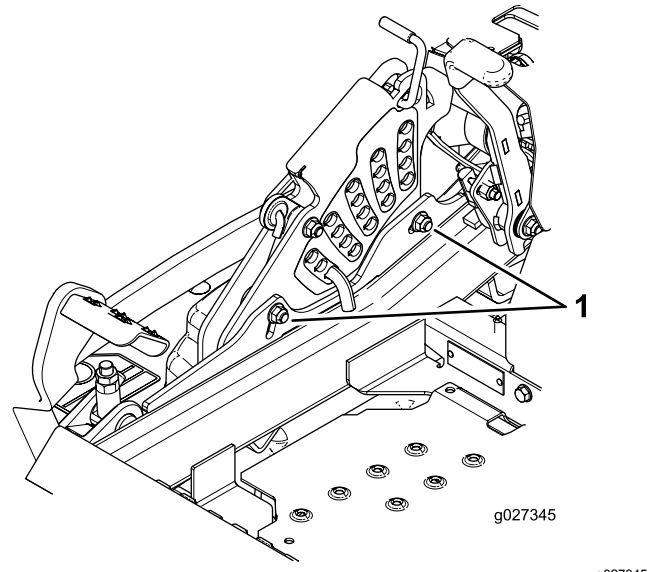

Figura 91
borde inferior de la pletina de altura de corte (Figura 91).
13. Apriete los 2 pernos en el borde inferior de la pletina de altura de corte (Figura 91).